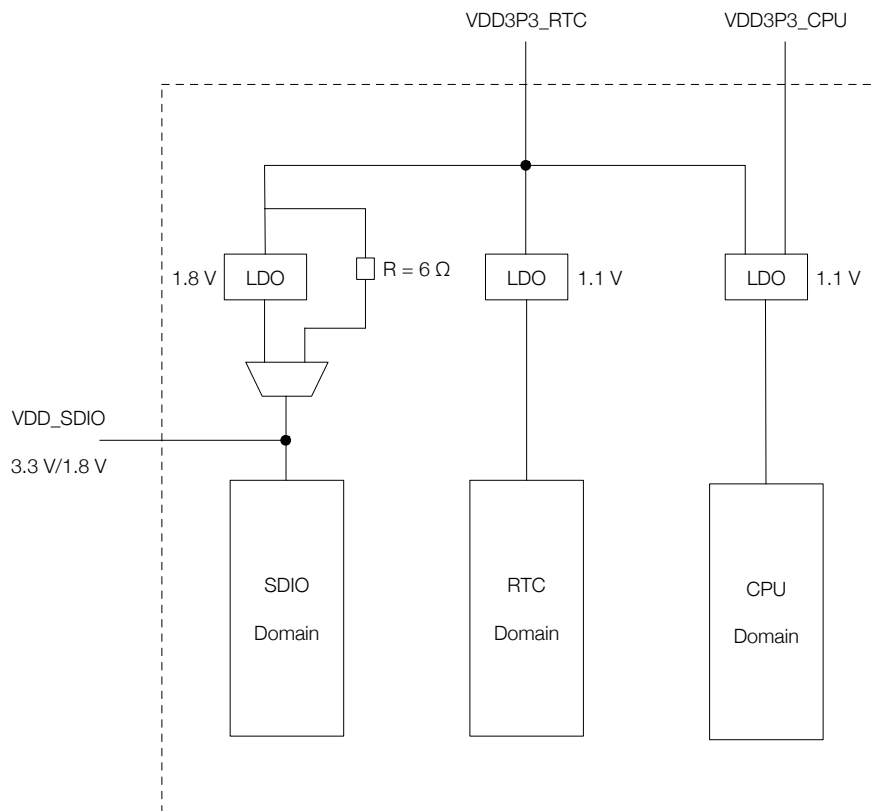

图 2-3. ESP32 电源管理
电源管理如图 2-3 ESP32 电源管理 所示。
- ESP32-U4WDH 的封装内 flash 以及 ESP32-D0WDR2-V3 的封装内 PSRAM 均运行在 3.3V 电压下, 此时, VDD_SDIO 会通过 $6\ \Omega$ 的电阻从 VDD3P3_RTC 取电, 见图 2-3。